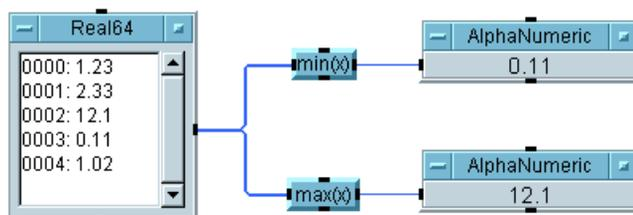

図8-6. 2つの並列サブスレッドを持つプログラム
- サブスレッド-スレッドの枝の1つをサブスレッドと呼びます。2つのサブスレッドが同じオブジェクトの同じデータ出力ピンから始まり、その間にシーケンス・ラインもデータ・ラインもない場合、これらは並列サブスレッドです。図8-6のプログラムでは、Real64定数オブジェクトのデータ出力ピンから2つの並列サブスレッドが分岐しています。